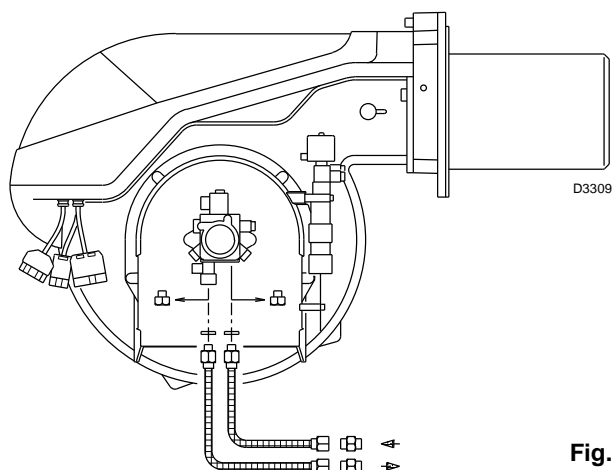

Fig. 20
6.2 Conexiones hidráulicas(Fig. 20)